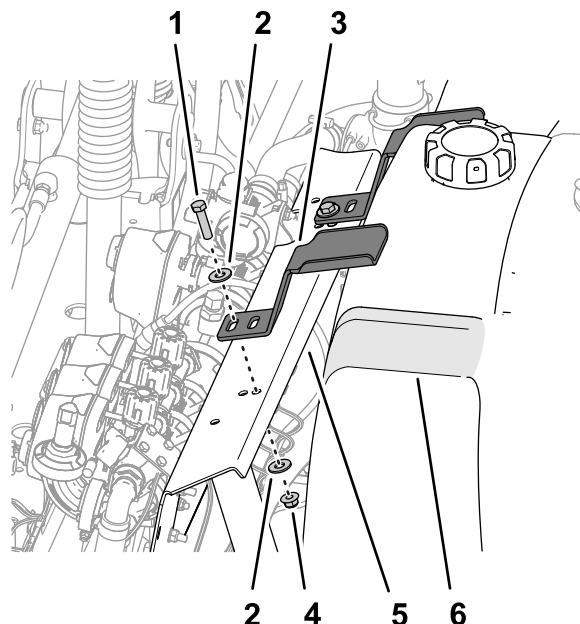

Рисунок 14
2. Совместите прижим с углублением в верхней части промывочного бака (Рисунок 14).
3. Совместите паз в прижиме с отверстием в опоре крепления клапана (Рисунок 14).
5. Повторите действия, описанные в пунктах 2 – 4, для другого прижима на другом углублении промывочного бака (Рисунок 14).